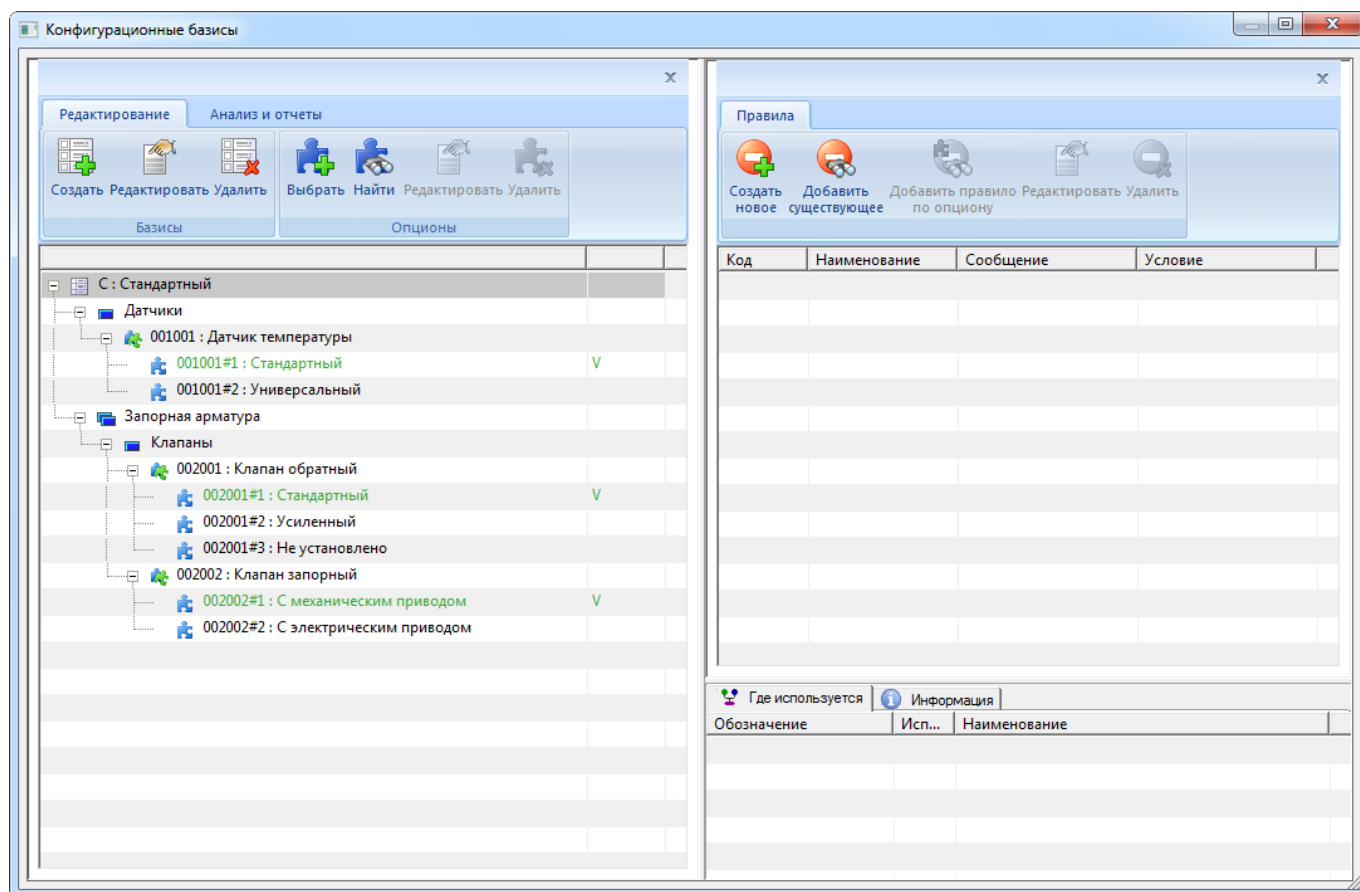

Рис. 10-176 – Перечень опционов, включенных в конфигурационный базис
2) Раскрыть дерево справочника опционов и выбрать раздел справочника. Для выбора всех опционов, входящих в раздел, щелкнуть два раза левой кнопкой мыши по названию раздела. Выбранные опционы отобразятся в окне «Выбранные опционы» (1 и 2 на рис. 10-176). Для выбора отдельного опциона необходимо выбрать его в справочнике, затем нажать кнопку «Выбрать»  для переноса опциона в окно «Выбранные опционы».